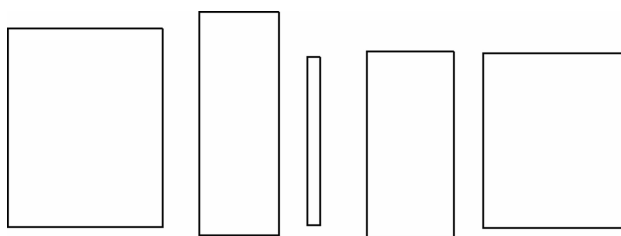

图 2-5 绘制矩形
(1)读懂图,使用“矩形”命令分别绘制矩形,结果如图 2-5 所示。